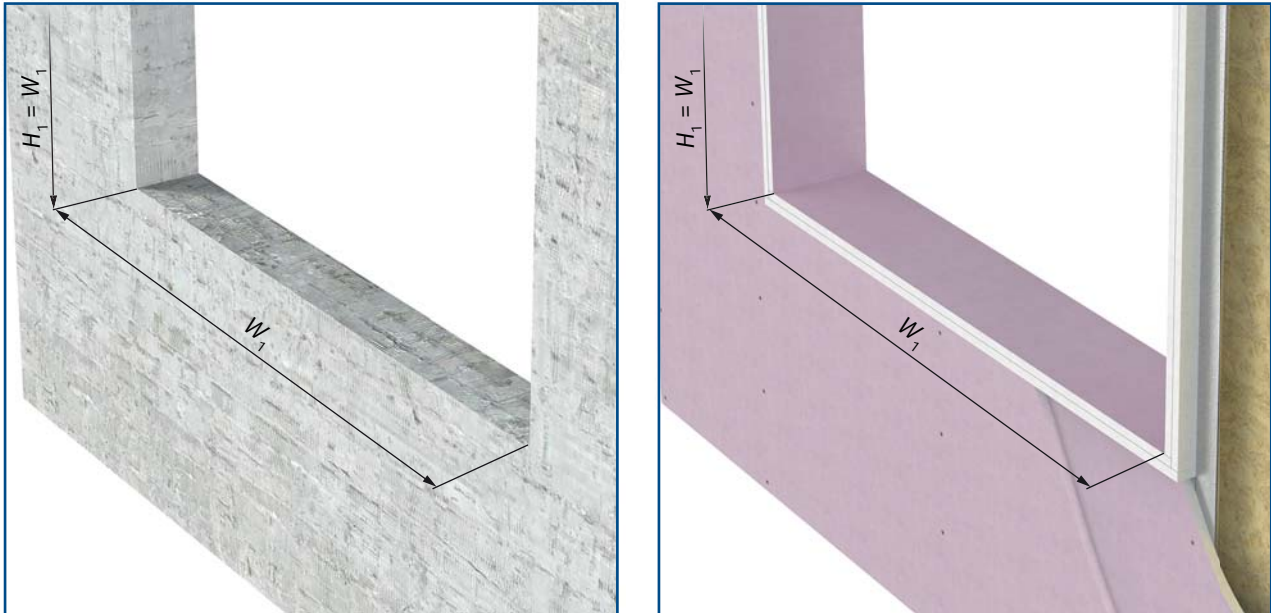
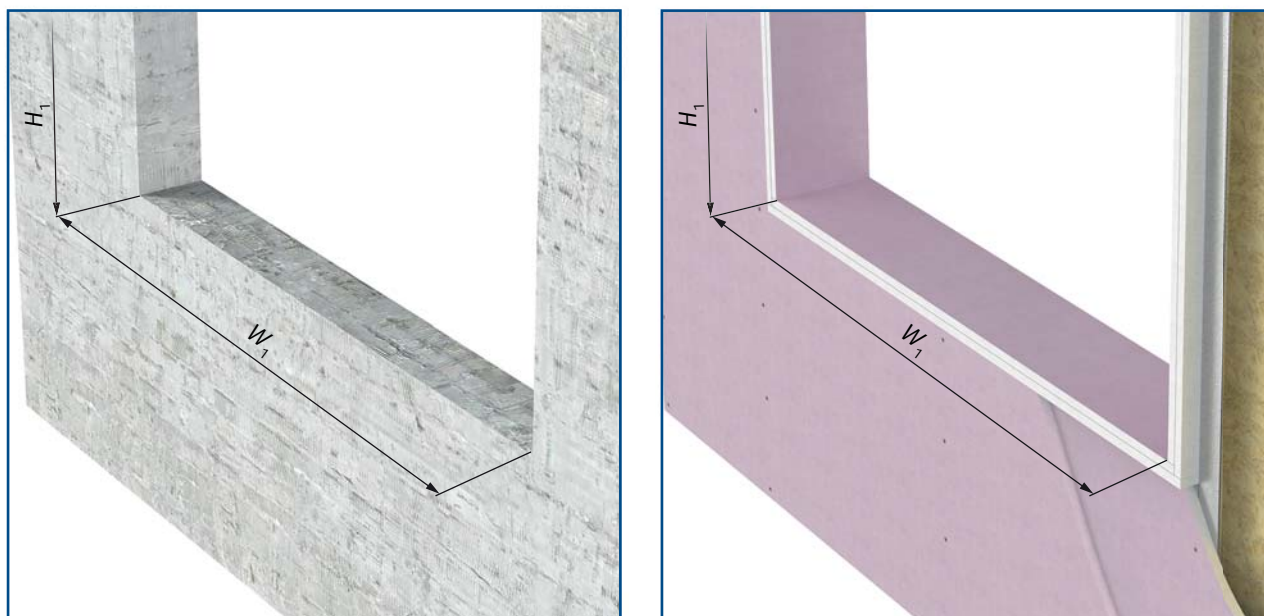

Fig. 20: Exempel på förberedelse av öppning för cirkulärt spjäll IKRS-PKI med rektangulär installationssats
Fig. 23: Exempel på förberedelse av öppning för rektangulärt spjäll IKSS-PKI med rektangulär installationssats
För rektangulära spjäll ska öppningen ha dimensionerna  $B_1 \times H_1$  (see Fig. 23).
3. För IKRS-PKI och IKSS-PKI måste öppning i flexibel vägg förstärkas enligt standard för väggar av gipsskiva och insidans omkrets måste täckas med ett dubbelt lager 12,5 mm tjock gipsskiva (see Fig. 20 och Fig. 23).